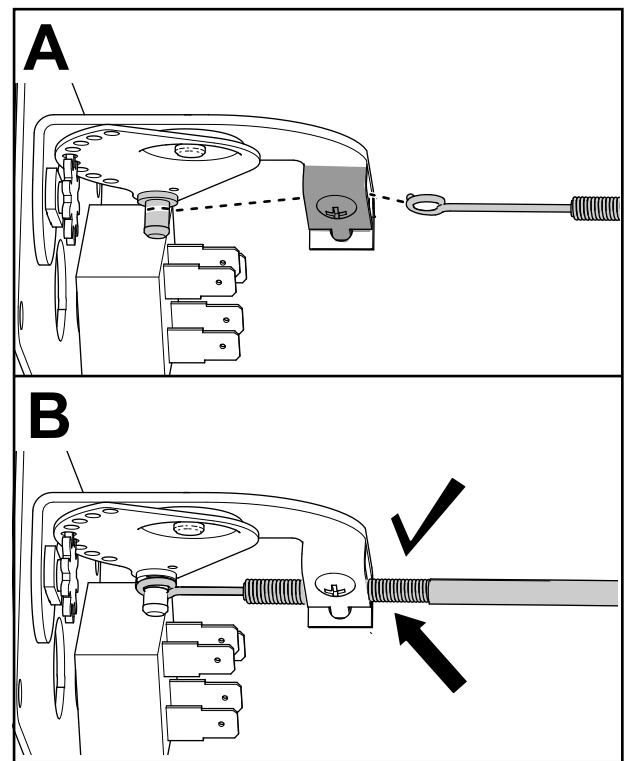

Bild 7
7. Vergewissern Sie sich, dass sich der Heizungsschalter in der mittleren Position befindet und schließen Sie ein Ende des Steuerkabels an der Rückseite des Heizungsschalters an (Bild 7).